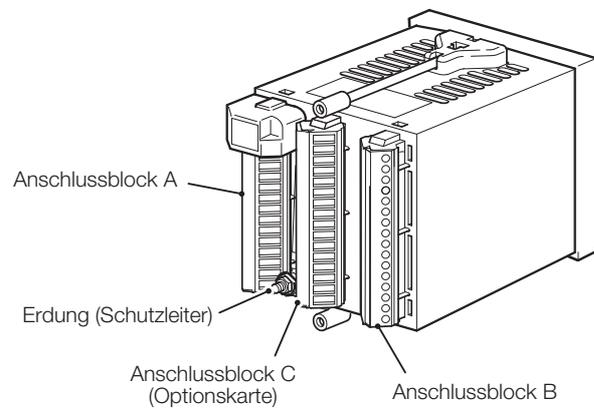

Abb. 6.10 Zugang zu den Anschlüssen, schalttafelmontierter Analysator
- Der Erdungs- bzw. Schutzleiteranschluss der Stromversorgung **muss** mit dem Erdungs- bzw. Schutzleiterbolzen am Analysatorgehäuse verbunden werden – siehe Abb. 6.8 (wand-/rohrmontierte Analysatoren) oder Abb. 6.10 (schalttafelmontierte Analysatoren).
6.5.1 Zugang zu den Anschlüssen – Abb. 6.10
- 2) Verbinden Sie die Stromquelle mit den Anschlüssen B12 (+ve) und B13 (–ve), um so den Sensoreingang zu simulieren. Verbinden Sie die Masse der Stromversorgung (Erde) mit dem Erdungsbolzen am Gehäuse – siehe Abb. 6.8 (wand-/rohrmontierter Analysator) oder Abb. 6.10 (schalttafelmontierter Analysator).
- 2) Verbinden Sie die Stromquelle mit den Anschlüssen B4 (+ve) und B5 (–ve), um so den Sensoreingang zu simulieren. Verbinden Sie die Masse der Stromversorgung (Erde) mit dem Erdungsbolzen am Gehäuse – siehe Abb. 6.8 (wand-/rohrmontierter Analysator) oder Abb. 6.10 (schalttafelmontierter Analysator).